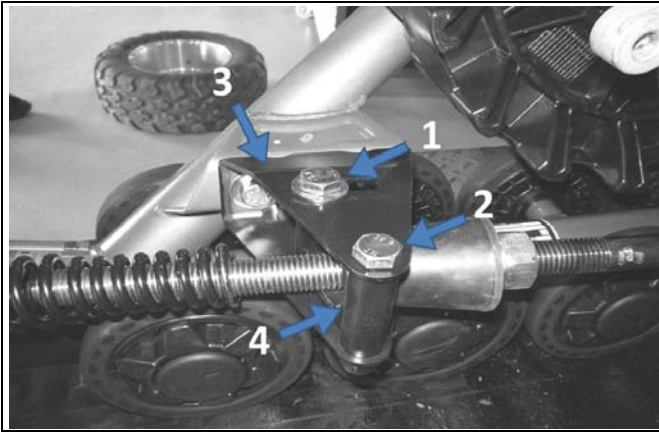

Abbildung 9
- Schrauben (1) und (2) des Verdrehungsriegels (3) lösen, damit die Verdrehungs-Halterung (4) ihrer Achse entsprechend gedreht werden kann. (Siehe Abbildung 9).